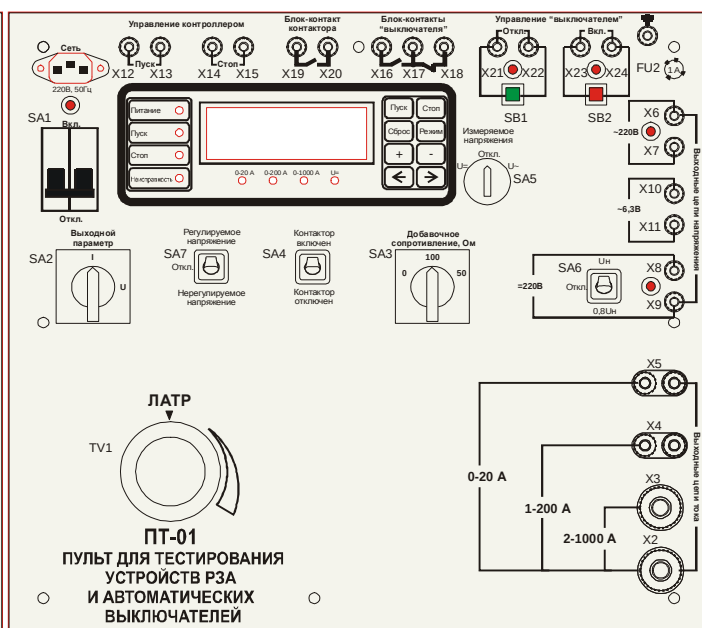

Рис.2. Органы управления и клеммы на передней панели пульта ПТ-01 с исполнением до 1000А
- 3.2 Внешний вид передней панели ПТ-01 с исполнением до 1000А показан на рис. 2.